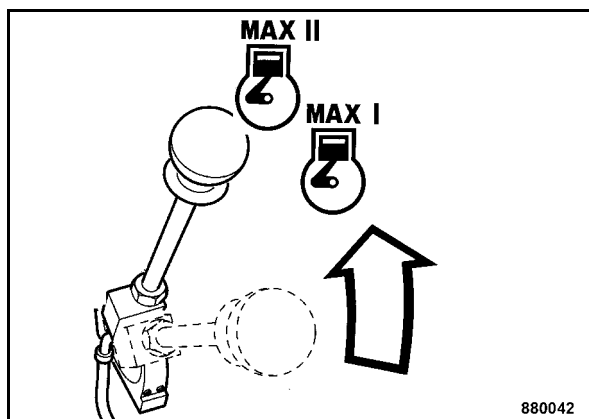

Fig. 49
- Porre la leva di regolazione del regime di giri (Fig. 49) nella posizione di pieno carico motore "Max I" oppure "MAX II".